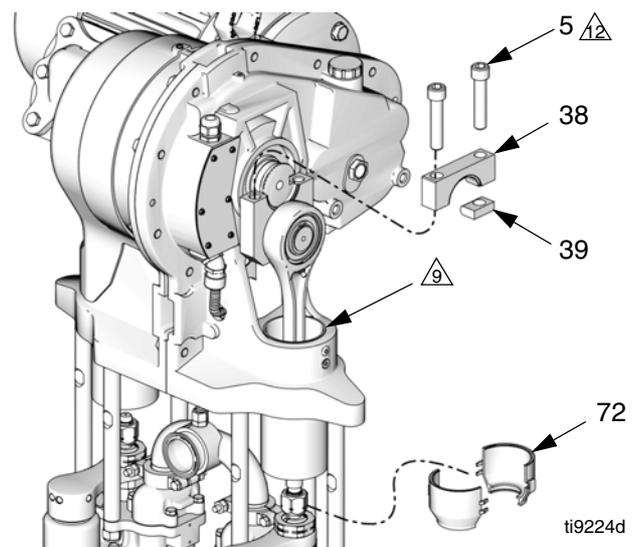

ABB. 15. Kurbelarmkappe entfernen
5. Einen sauberen Lappen über den Schieberzylinder (2) legen, damit während des Zerlegens kein Schmutz in die Schieberbaugruppe fällt.
6. Die 2-teilige Abdeckung (72) abnehmen, indem ein Schraubendreher gerade in den Schlitz gesteckt und der Verschluss aufgehebelt wird. Alle Verschlüsse so öffnen. Die Abdeckungen mit dem Schraubendreher **nicht** aufbrechen.
7. Einen 3/4-Zoll-Schlüssel an der Fläche des Schieberkolbens (9) anlegen (direkt oberhalb der Kupplungsmutter), damit sich der Schieberkolben/Pleuel beim Lockern der Kupplungsmutter nicht drehen (14). Richten Sie den Schlüssel so aus, dass er an einer der Verbindungsstangen (3) abgestützt ist. Eine übermäßige Kraftanwendung an Schieberkolben/Pleuel kann die Lebensdauer des Unterpumpen-Hublagers verkürzen.
8. Mit Hilfe eines 1-1/4-Zoll-Schlüssel die Kupplungsmutter (14) vom Schieberkolben (9) lösen und sie auf die Kolbenstange der Pumpe herabgleiten lassen. Darauf achten, dass die Klemmringe (13) nicht verlorengehen.
9. Siehe ABB. 15. Mit Hilfe eines 1/2 Zoll-Sechskantschlüssels die zwei Abschlusschrauben (5) abschrauben. Die Kurbelarmkappe (38) und den Keil (39) entfernen. Wenn nötig einen Kunststoffhammer verwenden, um diese Bauteile zu lösen.
14. Den Kolben (9) und die Verbindungsstange (7) in den Zylinder (2) schieben.
15. Den Kurbelarm (4) so positionieren, dass er die Ausgangswelle (OS) erfasst, und drehen Sie ihn zur Unterseite der Ausgangswelle.
16. Einen sauberen Lappen auf den Schieberzylinder (2) legen, damit während des Zusammenbaus kein Schmutz in die Schieberbaugruppe fällt.
17. Siehe ABB. 15. Gleitmittel (LPS®-04110 oder gleichwertig) auf das Gewinde der Abschlussschrauben (5) auftragen. Den Keil (39), die Kurbelarmkappe (38) und die Abschlussschrauben (5) in der gezeigten Ausrichtung anziehen. Während die spaltseitige Schraube noch locker ist, die keilseitige Schraube mit 283-310 N•m (210-230 ft-lb) anziehen. Sodann auch die spaltseitige Schraube mit 283-310 N•m (210-230 ft-lb) anziehen. Die Schrauben jeweils mit 2-3 weiteren Umdrehungen festziehen, oder so lange, bis sie auf 283-310 N•m (210-230 ft-lb) festgezogen sind.
18. Vergewissern Sie sich, dass die Klemmringe (13) sich in ihrer Position an der Kupplungsmutter (14) befinden.
19. Einen 3/4-Zoll-Schlüssel an der Fläche des Schieberkolbens (9) anlegen, damit sich der Schieberkolben beim Anziehen der Kupplungsmutter (14) nicht dreht. Den Schlüssel so ausrichten, dass er an einer der Verbindungsstangen (3) abgestützt ist. Die Kupplungsmutter (14) auf den Schieberkolben (9) aufsetzen und sie mit einem Anzugsmoment von 102-108 N•m (75-80 ft-lb) festziehen.
20. Die Abdeckungen (72) wieder anbauen, indem die unteren Lippen mit der Nut in die Kappe der Ökertasse gesteckt wird. Die beiden Abdeckungen zusammenschnappen lassen.
21. Den Lappen entfernen. Die Abdeckung (32 oder 21) und die Schrauben (12) wieder installieren.